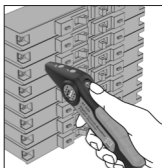

Figure 3
4. Placez la surface plate de l'extrémité conique du récepteur directement sur le disjoncteur ou le fusible comme indiqué. (Figure 3) Si le récepteur est tenu sous un autre angle, des lectures inexactes peuvent se produire.